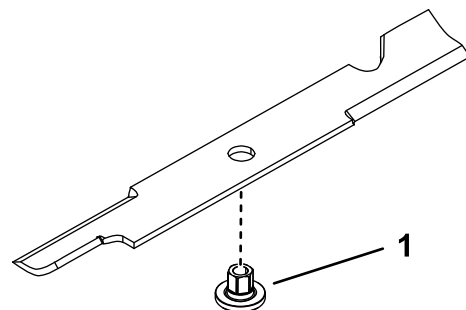

Figura 79
1. Instale el casquillo a través de la cuchilla con la brida del casquillo en el lado inferior (lado del césped) de la cuchilla (Figura 79).